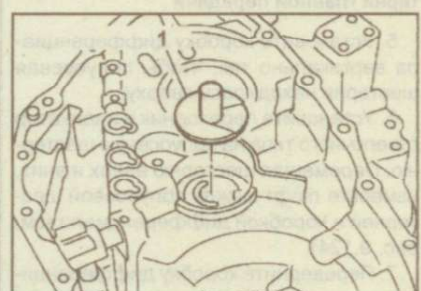

Рис. 9.144. Установка канала (1) для смазки вторичного вала
6. Установите новый канал для смазки вторичного вала (рис. 9.144).